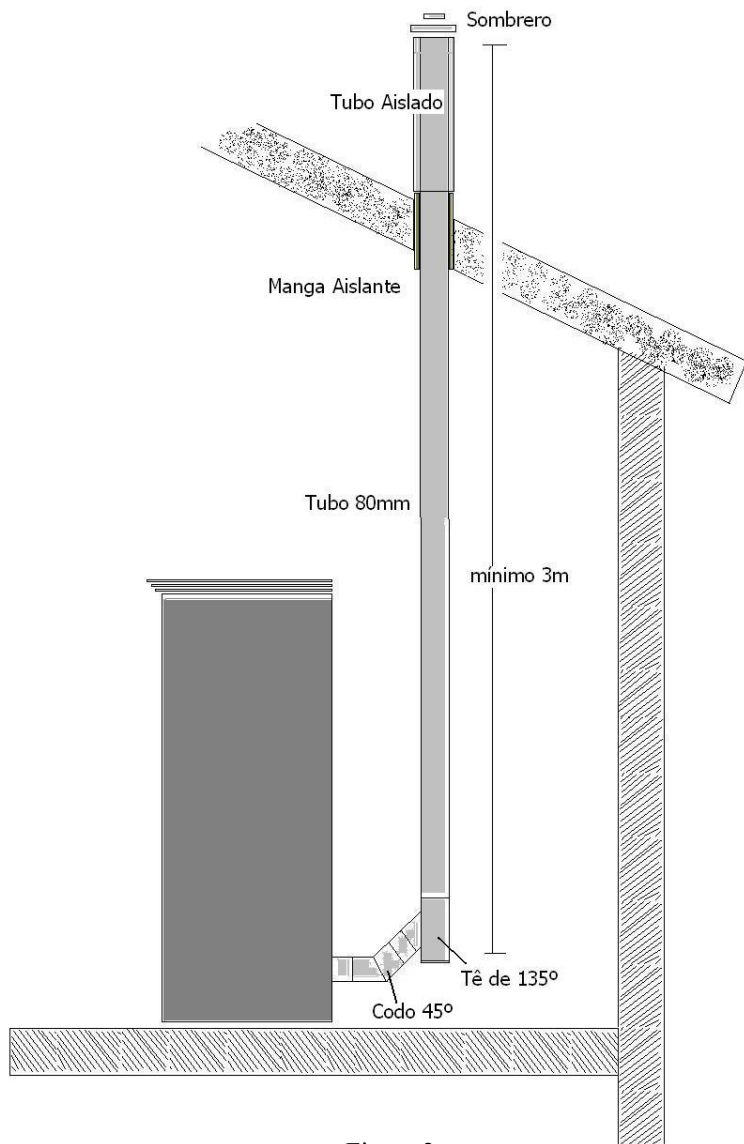

Figura 2
Afloje los tornillos de la tapa de servicio (A) (Figura 2) y tendrá acceso al interior, donde se depositan cenizas de la combustión, retire las cenizas con un aspirador apropiado. Esta operación deberá ser hecha con el aparato apagado 8 horas antes, para no correr el riesgo de aspirar cenizas aún incandescentes.